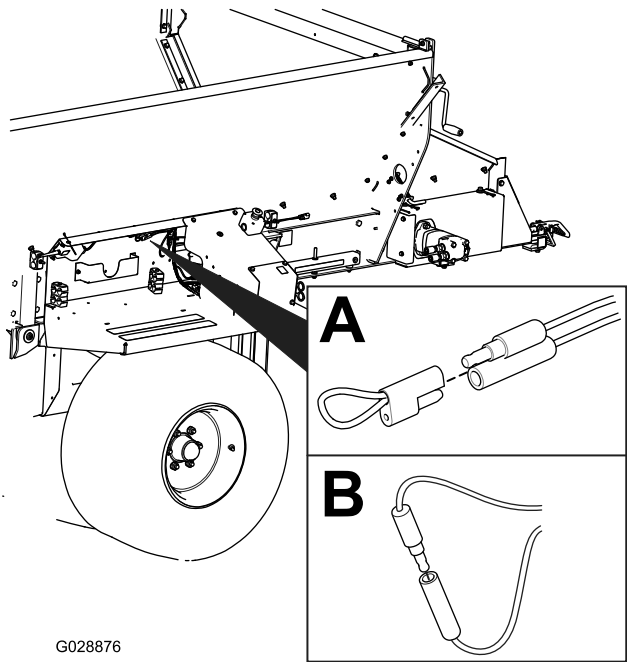

Figure 64
2. Enlevez le bouchon captif sur les deux prises shunt de diagnostic (Figure 64, A).
3. Branchez ensemble les prises shunt de diagnostic (Figure 64, B).